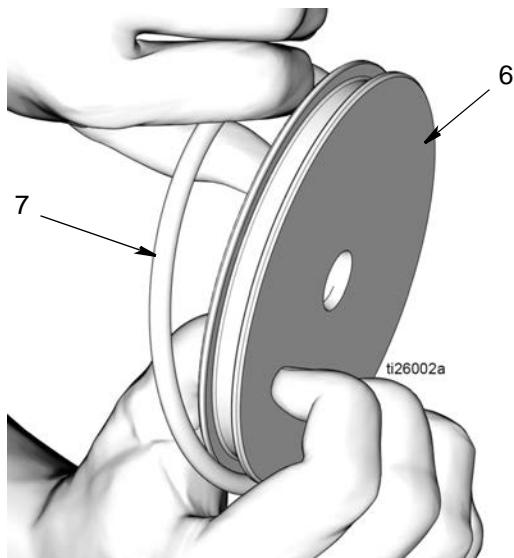

图 20
d. 从活塞杆 (6) 拆下 O 形圈 (7) (图 20)。